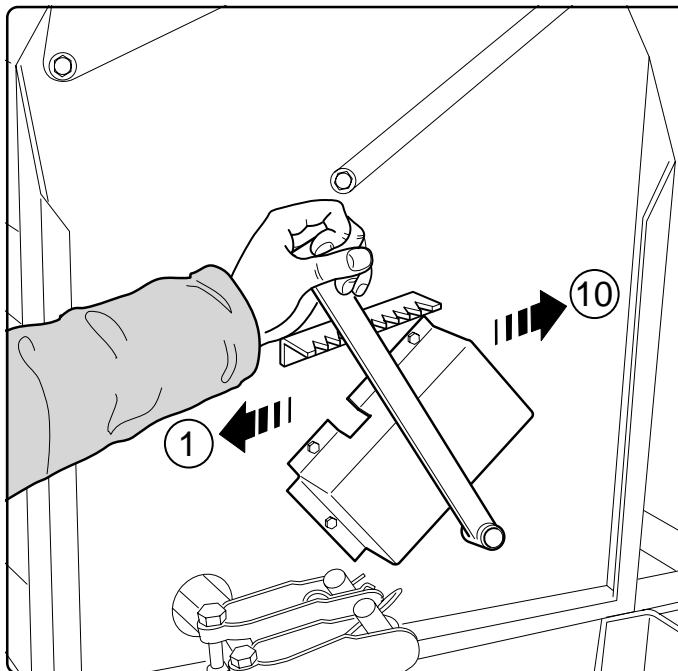
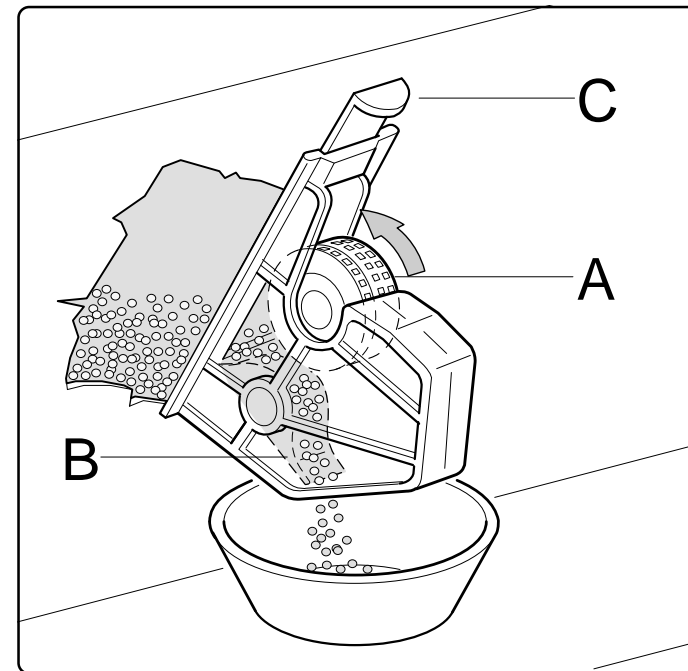
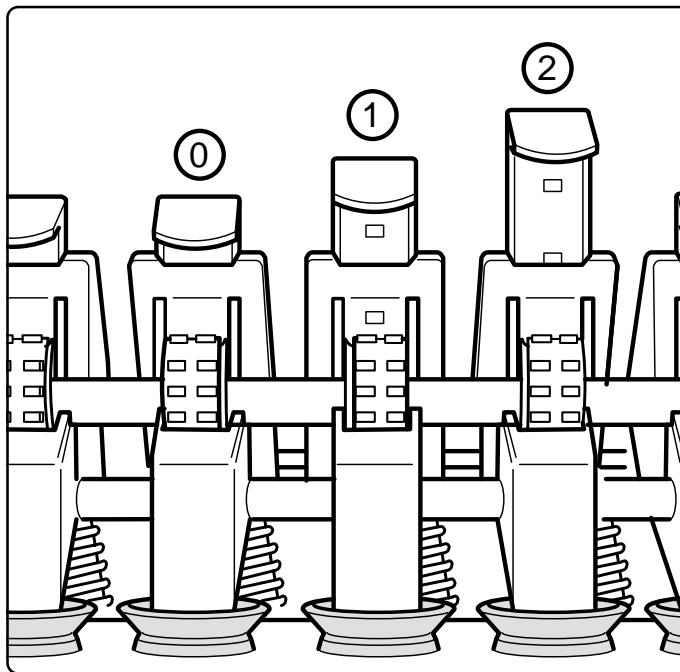

Fig. 11
Fig. 12
Fig. 14
La leva di regolazione dei tastatori (Fig.11) è posizionata sul lato sinistro della macchina e agisce su una scala graduata da 1 a 10 posizioni. In relazione al tipo di seme utilizzato, è necessario posizionare la leva in base al numero rilevato dalla tabella di semina.
I tastatori (B Fig. 12) correttamente posizionati assicurano una distribuzione fluida e costante dei semi.
In base al tipo di semente è necessario prima di iniziare la semina scegliere il tipo di rullo distributore più adatto (A Fig. 12).
*The feeler pin adjustment lever (Fig. 11) is positioned on the left side of the machine and works according to a graduated scale that runs from 1 - 10 settings. The lever must be set to the number indicated by the sowing table on the basis of the type of seed to be sown.*
*If the feelers (B Fig. 12) are correctly positioned, they assure a fluid and constant distribution of the seeds.*
*The most appropriate type of seed distributor roller must be selected prior to sowing on the basis of the type of seed being planted (A Fig. 12).*
Der Einstellhebel der Taster (Abb. 11) ist auf der linken Seite der Maschine angeordnet und wirkt auf einer Stufenskala mit 1 bis 10 Stellungen. Je nach verwendetem Samentyp muß der Hebel auf der Basis der der Saatguttabelle entnommenen Zahl positioniert werden. Befinden sich die Abtaster (B Abb. 12) in der richtigen Position, so gewährleisten Sie eine kontinuierliche und konstante Verteilung des Saatguts.
Je nach Saatgut muß vor der Aussaat der geeignetste Särollentyp (A Abb. 12) gewählt werden. Die Maschine verfügt
*Le levier de réglage des tâteurs (Fig. 11) est situé sur le côté gauche de la machine et agit sur une échelle graduée de 1 à 10 positions. Il faut positionner le levier sur la base du numéro indiqué par le tableau d'ensemencement par rapport au type de graine utilisé. S'ils sont positionnés correctement, les tâteurs (B Fig. 12) garantissent une distribution fluide et constante des graines.*
*Avant le début de l'ensemencement, il faut choisir le rouleau distributeur le plus adéquat sur la base du type de semence (A Fig. 12).*
La palanca de regulación de los palpadores (Fig. 11) se encuentra en el flanco izquierdo de la máquina y actúa sobre una escala graduada de entre 1 y 10 posiciones. En relación al tipo de semilla que se utiliza, se deberá situar la palanca en base al número apuntado en la tabla de siembra. Los palpadores (B fig. 12) colocados correctamente aseguran una distribución fluida y constante de las semillas.
Antes de comenzar la siembra, en base al tipo de semilla, habrá que elegir el tipo de rodillo de distribución más adecuado (A Fig. 12). La máquina está
Le lamine di chiusura bocchette (C Fig.12) di uscita del seme dalla tramoggia, hanno **tre posizioni di regolazione** (Fig.14):
The discharge mouth closing blades (C Fig. 12) for the discharging of the seeds from the hopper, have **three adjustment positions** (Fig. 14):
Die blätter zum Verschuß (C Fig.12) der Samenausgangsstutzen des Trichters **haben drei Einstellpositionen** (Abb. 14).
Les lames pour la fermeture des goulots de sortie des graines de trémie (C Fig. 12) ont **trois positions de réglage** (Fig. 14):
Las planchas de cierre de las bocas (C Fig. 12) de salida de las semillas de la tolva tienen tres posiciones de regulación (Fig. 14):